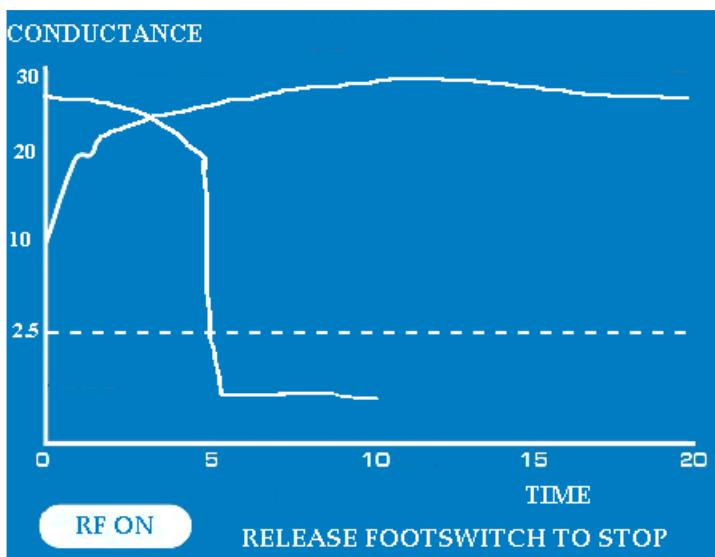

図 10 20 秒間以上凝固を続けた場合の重なりを示すディスプレイ
2. フットスイッチを踏み込んで高周波通電を開始して下さい。高周波通電は、フットスイッチの踏み込みを解除するか、あるいは連続通電が 40 秒を超えると自動的に通電が終了します。ディスプレイに本品が作動して RF ON モードになったことが示されます(図 10 参照)。ASU2 フロントパネルの RF インジケーターは、青く点灯します。
- i. 測定された組織コンダクタンスのリアルタイムグラフは、LCD グラフィックス・スクリーンに±20%の公差で表示され、コンダクタンスグラフは、20 秒のスケールで表示されます。コンダクタンスの測定値を使用して、ジェネレーターは貫壁性組織凝固の条件が達成されたかを判断します。組織コンダクタンスディスプレイのグラフに表示される 20 秒以内に貫壁性組織凝固が達成されない場合、グラフは 2 番目の画面に切り替わりコンダクタンスの続きを表示され、最大で 20 秒追加表示されます(図 10 参照)。